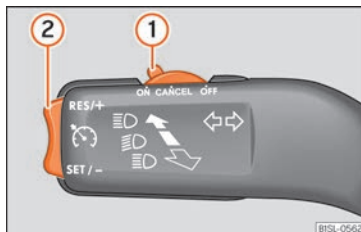

Fig. 139 A la palanca dels intermitents: comandaments per al maneig del GRA.
- Desplaceu el comandament »»» **fig. 139 1** fins a **ON**.
- Premeu el botó »»» **fig. 139 2** a la zona **SET/-**.
- Desplaceu el comandament »»» **fig. 139 1** fins a **CANCEL** o trepitgeu el fre.
- Premeu el botó »»» **fig. 139 2** a la zona **RES/+**.
Mentre el GRA regula, es pot ajustar la velocitat guardada amb la tecla »»» **fig. 139 2**:
- Per augmentar en passos d'1 km/h (1 mph), premeu breument el botó »»» **fig. 139 2** a la zona **RES/+**.
- Per augmentar la velocitat ininterrompudament, mantingueu premut el botó »»» **fig. 139 2** a la zona **RES/+**.
- Per reduir en passos d'1 km/h (1 mph), premeu breument el botó »»» **fig. 139 2** a la zona **SET/-**.
- Per reduir la velocitat ininterrompudament, mantingueu premut el botó »»» **fig. 139 2** a la zona **SET/-**.
- Desplaceu el comandament »»» **fig. 139 1** a **OFF**.